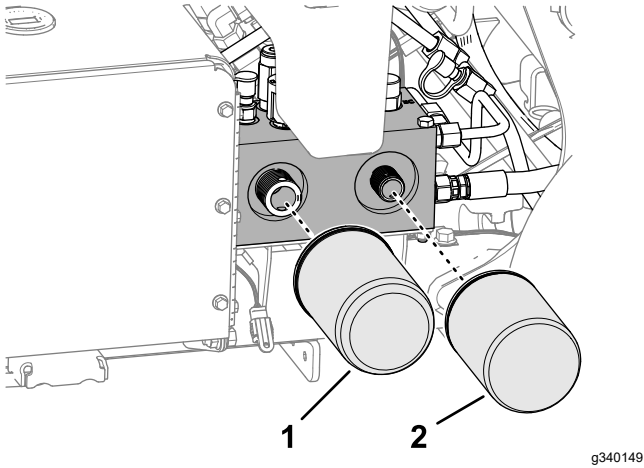

图 170
2. 在滤芯下放一个放油盘拆下旧滤芯并将滤芯安装座垫片表面擦拭干净图 170。